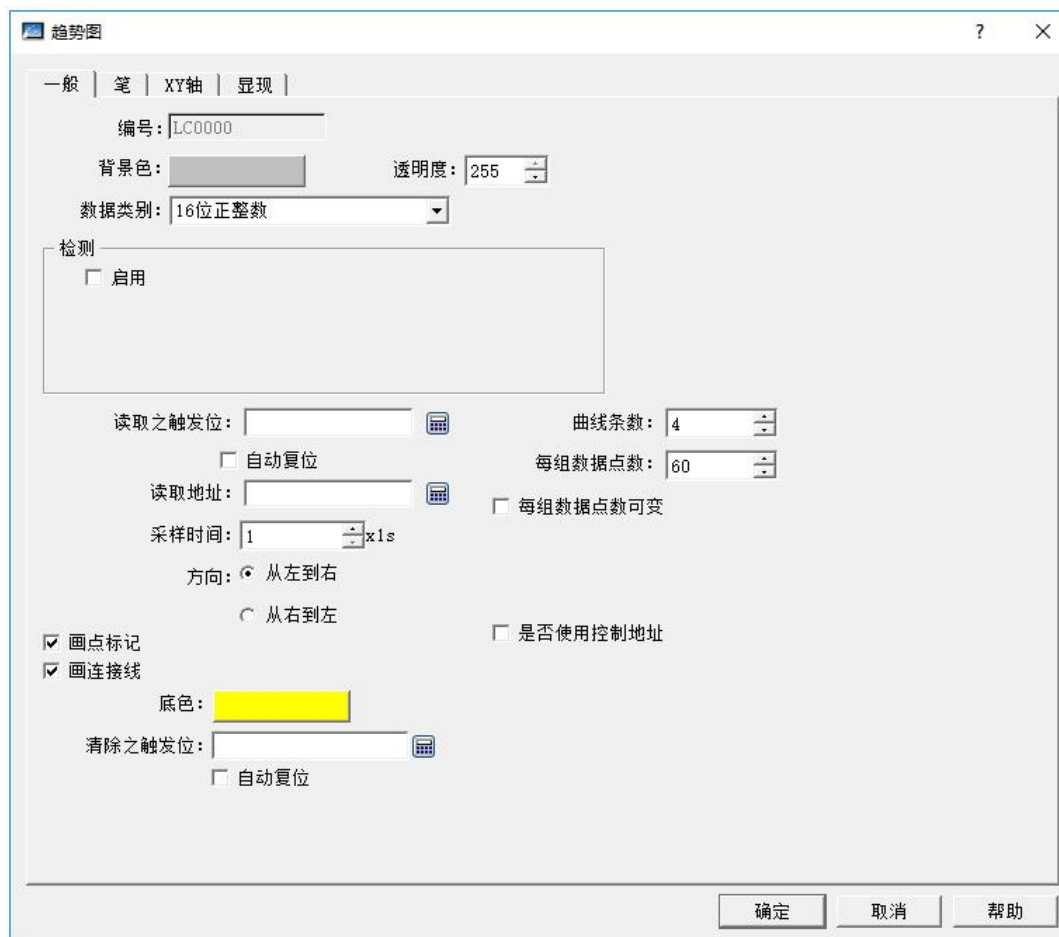

图 4-50 趋势图一般页面对话框
1. 选择工具栏中的趋势图图标，出现趋势图属性对话框，如图 4-50 所示。